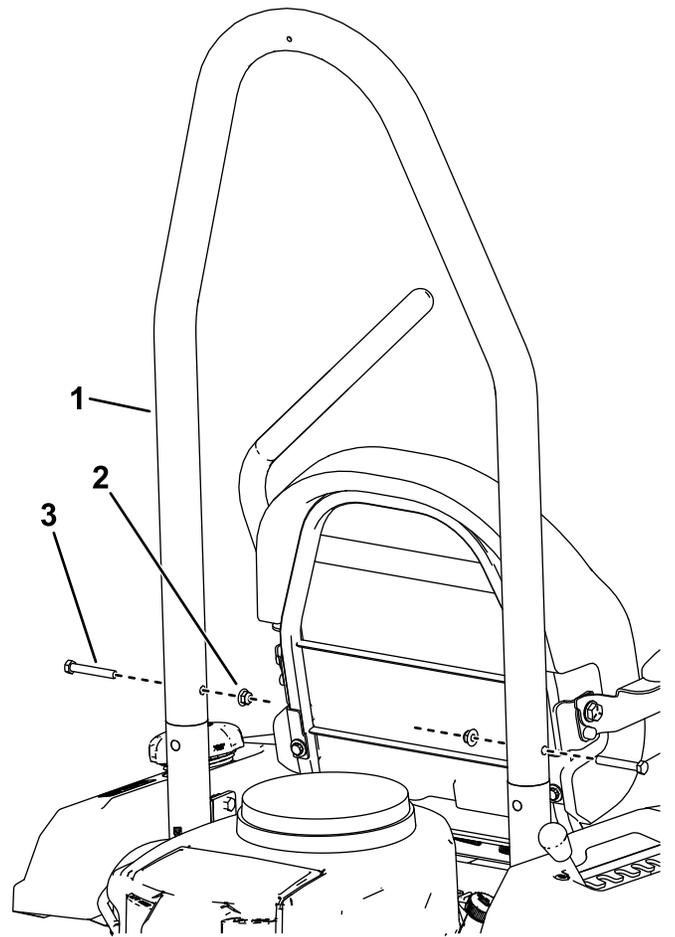

Figure 15
4. L'angle du tube du ROPS étant dirigé vers l'arrière de la machine, fixez le tube sur les supports du ROPS à l'aide de 2 boulons ( $\frac{3}{8}$ " x  $2\frac{1}{2}$ " ) et 2 contre-écrous ( $\frac{3}{8}$ " ), comme montré à la Figure 15.